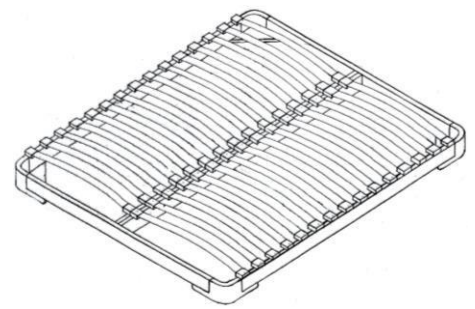

Рисунок 6
9. Переверните собранное основание кроватное и вставьте его в кровать (рисунок 6).